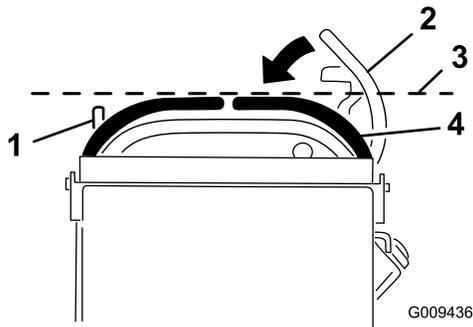

図 67
3. 右側コントロール・レバーを、ニュートラル位置から下へ押し下げる (図 67)。
4. 左側コントロール・レバーと水平にそろっているかを調べる (図 67)。